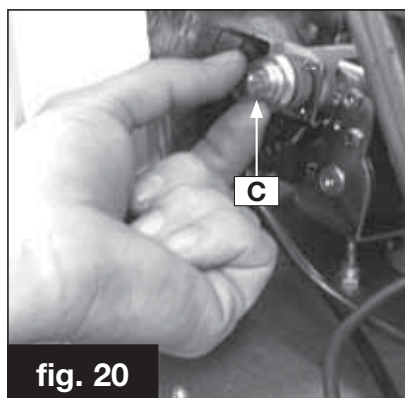

fig. 20
- rimuovere il coperchio in plastica C (fig. 20), posto alla sommità della bobina del modulatore, che protegge le viti di regolazione del regolatore di pressione;
- selezionare con il commutatore estate / spento / inverno / antigelo la posizione inverno (C in fig. 20);